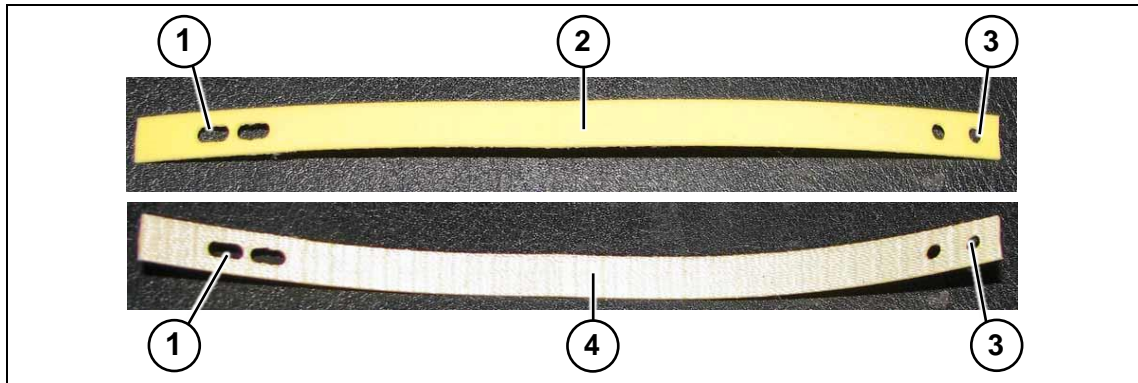
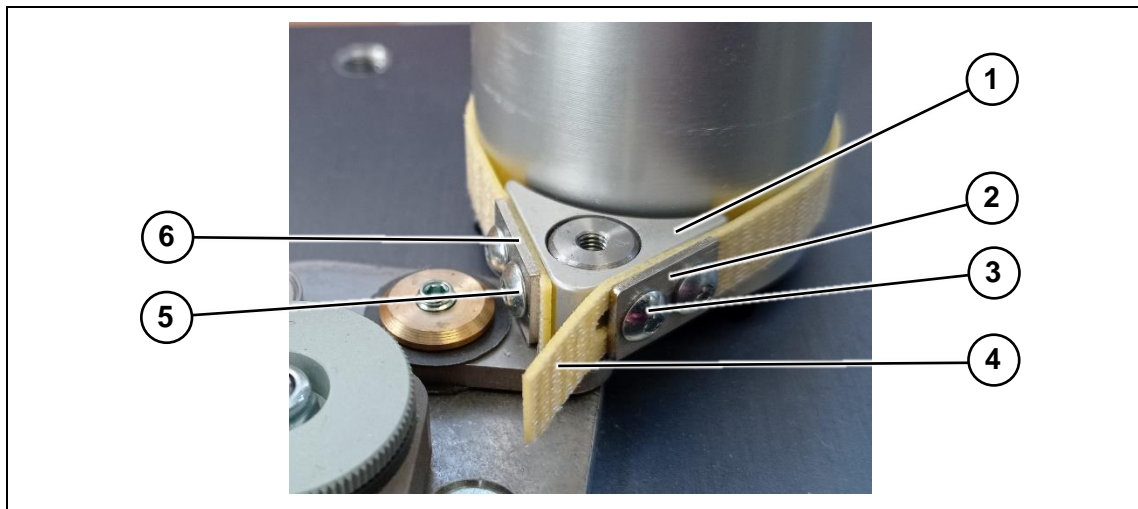

Abbildung 26 Bremsriemen
Abbildung 28 Bremsriemen - Einbau
Der Bremsriemen hat eine fein strukturierte (gelbe) Seite (Abbildung 26, Pos.2). Diese kommt nach innen zur Achse (Bremsseite). Die grob strukturierte Seite (Abbildung 26, Pos.4) kommt nach außen. Der Bremsriemen besitzt an einem Ende zwei Rundlöcher (Abbildung 26, Pos.3) und am anderen Ende zwei Langlöcher (Abbildung 26, Pos.1).
- 5 Entfernen Sie die Klemmschrauben (Abbildung 28, Pos.3 + 5) am Riemenklotz (Abbildung 28, Pos.1) und nehmen Sie die Klemmplatten (Abbildung 28, Pos.2 + 6) mit dem Bremsriemen ab.
- 6 Befestigen Sie das Ende des neuen Bremsriemens an den Rundlöchern (Abbildung 26, Pos.3) mit Hilfe der Klemmschrauben (Abbildung 28, Pos.5) zwischen Klemmplatte (Abbildung 28, Pos.6) und Riemenklotz (Abbildung 28, Pos.1). Die fein strukturierte (gelbe) Seite (Abbildung 26, Pos.2) hat Kontakt zum Riemenklotz (Abbildung 28, Pos.1).
- 8 Setzen Sie das Bremsriemenende (Abbildung 28, Pos.4) mit den Langlöchern unter der Klemmplatte (Abbildung 28, Pos.2) ein.
- 9 Montieren Sie die Klemmschrauben (Abbildung 28, Pos.3) mit der unteren Klemmplatte (Abbildung 28, Pos.2) so, dass diese noch locker sitzt.
- 10 Ziehen Sie das Bremsriemenende (Abbildung 28, Pos.4) zur Vorspannung nach außen und ziehen Sie dann die Klemmschrauben (Abbildung 28, Pos.3) der Klemmplatte (Abbildung 28, Pos.2) fest.